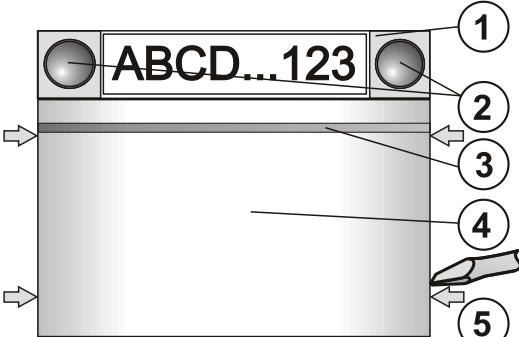

Bild 1: 1 – funktionssegment; 2 – segmentknapp; 3 – genomskinlig aktiveringsknapp; 4 – RFID-modul; 5 – spärrar för öppnande av modulen;
- I tur och ordning trycker man på de fyra spärarna (5) på sidorna (se bild 1) och lossa modulen från bakstycket.
- Anslut segmentets strömtillförsel till modulens inre kontakt (10).